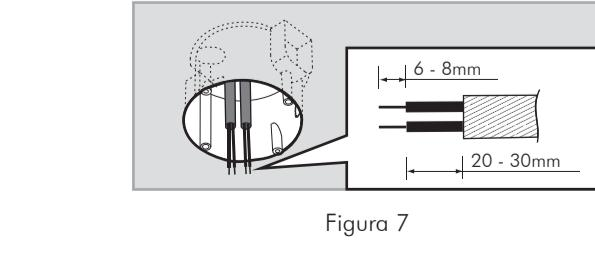

Figura 7
3.4.1.2 Puxe os cabos de potência AC da caixa de junção para padrões europeus (veja a figura 7) e, em seguida, descasque 6 ~ 8 mm de revestimento dos cabos para a fiação (veja a figura 5).